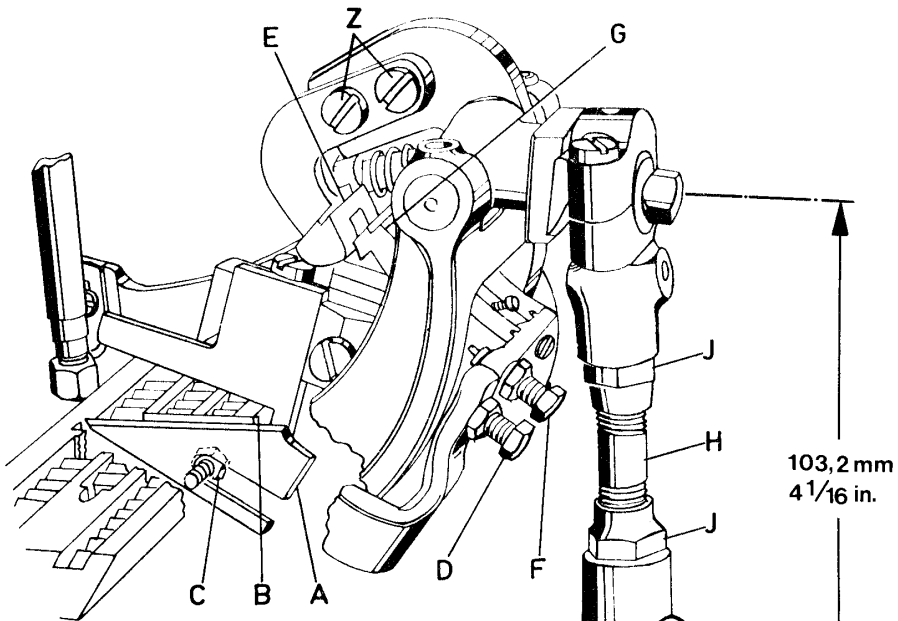
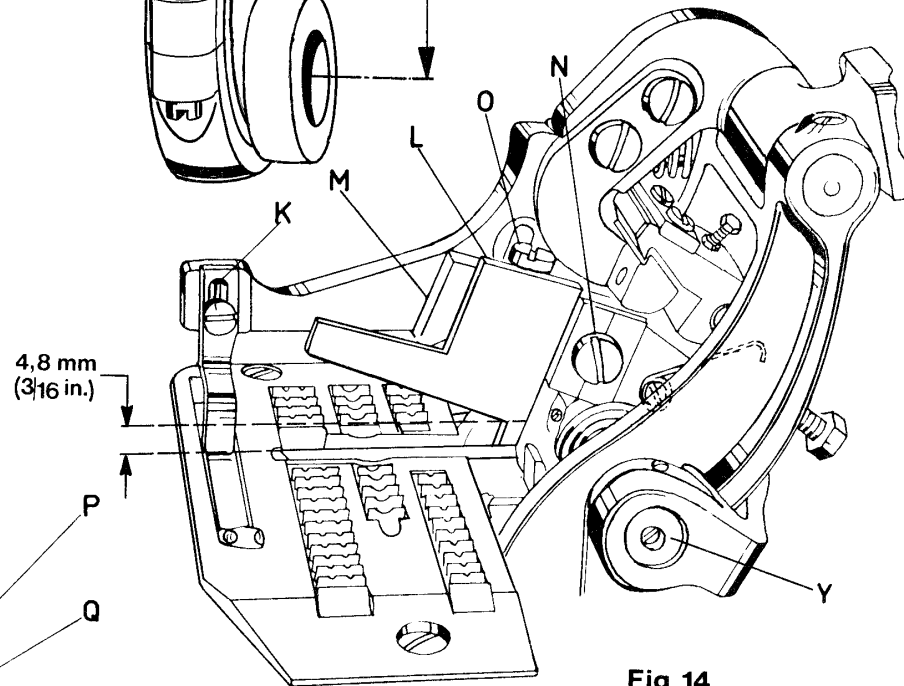
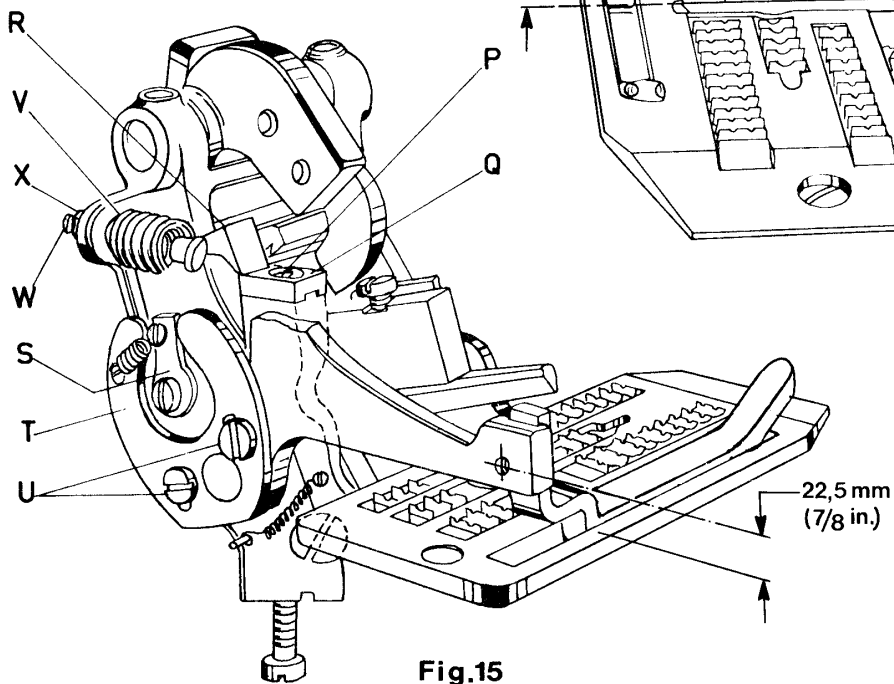

Fig. 13
Fig. 14
Fig. 15
2. Lay the throat plate temporarily on its seat. Loosen the hexagonal head adjusting screw (D, Fig. 13) and set so that the distance between top surface of throat plate and the center of thread hole for fastening the actuating shoe is 22.5 mm (7/8 in.) (see Fig. 15). Retighten screw (D, Fig. 13) with lock nut.
3. Set the lower knife (A, Fig. 13) so that the cutting edge is even with the top of throat plate (B) and tighten it in this position with the hexagonal head screw (C). Reassemble needle guard, feed dog and throat plate.
4. Assemble actuating shoe (K, Fig. 14) and set it so that the top surface of actuating shoe is even with the top surface of throat plate.
5. With a screwdriver, press the spring loaded knife lever shaft (Y, Fig. 14) to the rear and insert upper knife (L) in upper knife lever (M). Raise the upper knife as high as it will go, until the back of the knife cutting edge stops on the knife lever. Tighten the clamp screw (N) slightly.
6. Loosen screw (P, Fig. 15) and move shoe (Q) to extreme left. Turn handwheel until pawl (E, Fig. 13) is at its lowest position. Turn screw (F) until the edge of ratchet block (G) snaps over the edge of pawl (E), then add 1/4 to 1/2 turn more to ensure adequate clearance under operating conditions. Retighten the lock nut of the screw (F). If screw (F) is turned too far the mechanism will not work. Small differences can be equalized when loosening screws (Z) and adjusting the pawl (E) accordingly. Retighten screws (Z) firmly.
7. Move shoe (Q, Fig. 15) to the right so that pawls (R) will rest on the extreme right end of shoe. Shoe should have polished end to the right and point of pawls may overlap slightly over outside to insure trigger action during operation of machine.
2. Legen Sie die Stichplatte vorübergehend auf ihre Auflage. Lösen Sie die Sechskant-Einstellschraube (D, Fig. 13) und stellen Sie sie so, daß der Abstand zwischen Stichplattenoberfläche und Mitte Gewindebohrung zur Tasterbefestigung 22,5 mm beträgt (Siehe Fig. 15). Ziehen Sie die Schraube (D, Fig. 13) mit der Gegenmutter fest.
3. Stellen Sie das Untermesser (A, Fig. 13) so ein, daß seine Schneide mit der Oberfläche der Stichplatte (B) bündig ist und ziehen Sie es in dieser Stellung mit der Sechskantschraube (C) fest. Bauen Sie Nadelanschlag, Transporteur und Stichplatte wieder ein.
4. Montieren Sie den Taster (K, Fig. 14) und stellen Sie ihn so ein, daß die obere Fläche des Tasters mit der Oberseite der Stichplatte bündig ist.
5. Drücken Sie mit einem Schraubendreher die gefederte Messerhebelwelle (Y, Fig. 14) nach hinten und setzen Sie das Obermesser (L) im Messerhebel (M) ein. Schieben Sie das Messer im Hebel so weit wie möglich nach oben bis der Rücken der Messerschneide am Messerhebel anschlägt. Ziehen Sie die Klemmschraube (N) leicht an.
6. Lösen Sie die Schraube (P, Fig. 15) und schieben Sie den Schaltschuh (Q) ganz nach links. Drehen Sie das Handrad bis der Mitnehmer (E, Fig. 13) seine tiefste Stellung erreicht hat. Drehen Sie die Schraube (F) bis die Kante der Klinke (G) über die Kante des Mitnehmers (E) schnappt. Drehen Sie die Schraube (F) um 1/4 bis 1/2 Umdrehung weiter, damit beim Betrieb ausreichend Spielraum vorhanden ist. Ziehen Sie die Gegenmutter der Schraube (F) wieder an. Wenn die Schraube (F) zu weit gedreht wird, arbeitet der Mechanismus nicht. Kleine Unterschiede können nach Lösen der Schrauben (Z) und durch entsprechendes Verstellen des Mitnehmers (E) ausgeglichen werden. Ziehen Sie die Schrauben (Z) wieder gut an.
7. Schieben Sie den Schaltschuh (Q, Fig. 15) nach rechts, so daß die Spitze der Schalthnase (R) am äußersten rechten Ende des Schaltschuhes aufliegt. Das polierte Ende des Schaltschuhes muß rechts sein und die Spitze der Schalthnase soll die Schaltschuhaußenkante leicht überlappen, damit beim Betrieb der Maschine eine Schnepferwirkung gewährleistet ist.
8. When acutating shoe (K, Fig. 1e) is raised slightly, trip dog (S, Fig. 15) should allow pawl (R) to slide off shoe (Q) and the cutting action is released within 1 1/2 turn or less of the handwheel.
Raise actuating shoe (K, Fig. 14) slightly and turn handwheel in operating direction until upper knife (L) is in its lowest position. Left at the tip of the knives, the cutting edge of the upper knife should overlap the cutting edge of the lower knife by 1 mm (.040 in.)
When open there should be about 4.8 mm (3/16 in.) opening, right at the pilot of the upper knife (see Fig. 14).
NOTE: When the knives (A, Fig. 13) and L, Fig. 14) are resharpened, their adjustment is maintained by only raising and lowering them in their holders, according to the stock removed while grinding.
9. The position of the tape cutter actuating shoe (K, Fig. 14) determines the length of tape extending beyond the bag at the start of closure. The extending length of tape at the finish of closure is not adjustable. Raising the actuating shoe in its slot shortens the extending length of tape on start of closure, lowering the shoe lengthens it.
Also the trip dog operating cam (T, Fig. 15) can be retarded or advanced to vary the length of the tape at the start of closure. Loosen screws (U) and turn the operating cam (T) toward the handwheel end of machine to shorten the extending length of tape and in the opposite direction to lengthen it. Retighten screws (U).
The actuating shoe tension spring (V, Fig. 15) is adjustable for various weights of material. Use screw (W) and lock nut (X) to make this adjustment. The tension should be just strong enough to press the actuating shoe down, back to its home position.
8. Wird der Taster (K, Fig. 14) leicht angehoben, bewirkt der Schaltnocken (S, Fig. 15), daß die Schalt Nase (R) vom Schaltshuh (Q) heruntergleitet, innerhalb von 1 1/2 Handradumdrehungen oder weniger, wird der Schneidvorgang ausgelöst.
Heben Sie den Taster (K, Fig. 14) leicht an und drehen Sie am Handrad in Nährichtung bis das Obermesser (L) in seiner untersten Stellung ist. Links an er Spitze der Messer soll die Schneide des Obermessers die Schneide des Untermessers um 1 mm überlappen.
In geöffnetem Zustand soll rechts am Führungzapfen des Obermessers ein Durchgang von etwa 4,8 mm sein (siehe Fig. 14).
BEACHTEN SIE: Wenn die Messer (A, Fig. 13) und (L, Fig. 14) nachgeschliffen werden, bleibt ihre Einstellung erhalten. Sie müssen nur in ihren Haltern höher und tiefer gestellt werden, entsprechend dem beim Schärfen abgeschliffenen Werkstoff.
9. Die Lage des Tasters (K, Fig. 14) bestimmt die überstehende Bandlänge am Anfang des Sackes. Die überstehende Bandlänge am Sackende ist nicht einstellbar.
Auch die Schaltnockenkurve (T, Fig. 15) kann etwas vor- oder zurückgestellt werden, um die Länge des überstehenden Bandes am Anfang des Sackes zu verändern. Lösen Sie dazu die Schrauben (U) und drehen Sie die Kurve (T) auf die Handradsseite der Maschine zu; dies verkürzt die überstehende Bandlänge. Drehen in entgegengesetzter Richtung verlängert sie. Ziehen Sie die Schrauben (U) wieder an.
Die Druckfeder (V, Fig. 15) für den Taster kann auf die verschiedenen Materialstärken eingestellt werden. Die Einstellung wird mit Schraube (W) und Gegenmutter (X) gemacht. Der Druck soll gerade stark genug sein, um den Taster wieder nach unten, zurück in seine Ausgangsstellung zu bringen.